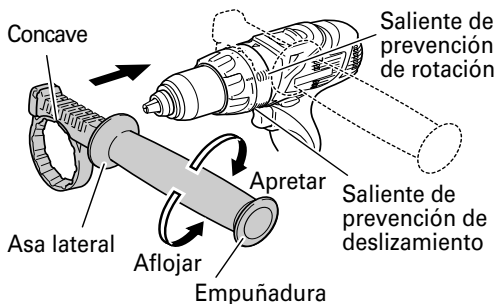

Fig. 6
- (1) Instale el asa lateral de manera que los salientes de la unidad principal encajen en las ranuras del asa lateral. Apriete la empuñadura después de comprobar que el asa lateral no se encuentre encima del saliente de prevención de deslizamiento. (Fig. 6)
- (2) Para desmontar el asa lateral, afloje la empuñadura.